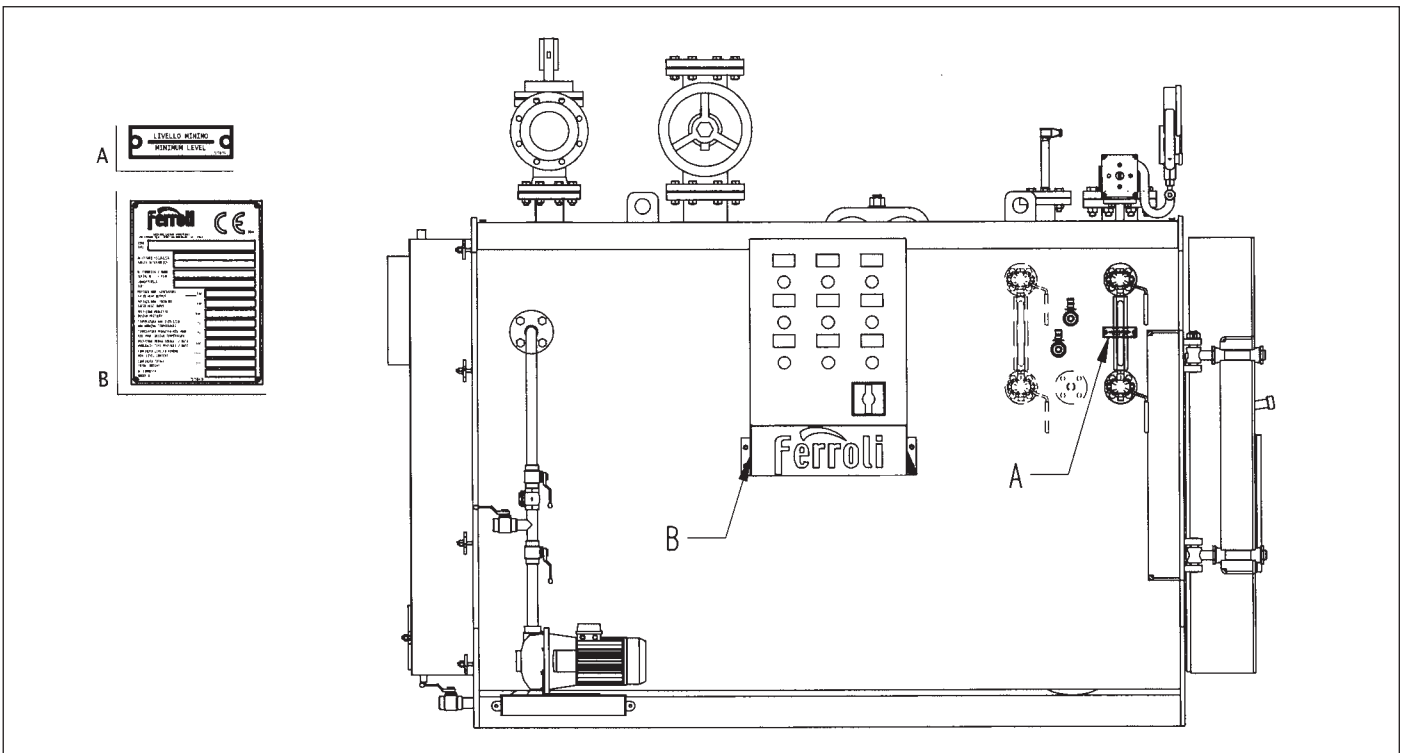

рис. 10
- полностью открыть дверцу (рис. 10);
- удалить сажу из заднего дымового короба (рис. 10);